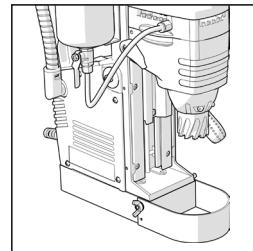

Fig. 2
- Instale el resguardo de seguridad y sujetelo con los tornillos de fijación suministrados. (**Fig. 2**)